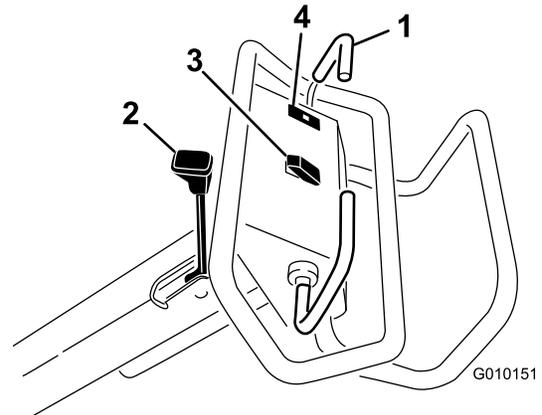

Bild 11
Bewegen Sie den Antriebsbügel nach vorne, um vorwärts zu fahren. Bewegen Sie den Antriebsbügel nach hinten, um rückwärts zu fahren (Bild 11).
- Um die Feststellbremse zu aktivieren, bewegen Sie den Feststellbremshebel in Richtung des Lenkers für den Bediener (Bild 11).
Die Öldruckwarnlampe (Bild 11) leuchtet auf, wenn der Öldruck unter ein sicheres Niveau abfällt. Wenn ein niedriger Öldruck auftritt, schalten Sie den Motor ab und ermitteln Sie die Ursache. Beheben Sie den Schaden, bevor Sie den Motor wieder anlassen.
Anheben: Betätigen Sie den oberen Teil des Schalters (Bild 11), um den Aerifizierkopf anzuheben und auszukuppeln. Der Motor muss laufen, um den Auftriebsdruck zu erzeugen. Befindet sich der Aerifizierkopf unterhalb der Transporthöhe, siehe Zurücksetzen des Systemsteuerkreises \(Seite 25\).
Absenken/Einkuppeln: Betätigen Sie den unteren Teil des Schalters (Bild 11), um den Aerifizierkopf abzusenken und einzukuppeln. Der Antriebsbügel muss sich in der Vorwärtsposition befinden, um den Schalter zu aktivieren.